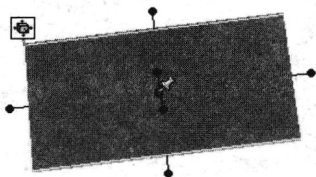
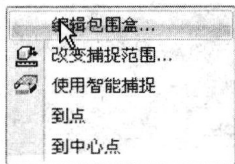

图 1-8 包围盒及其手柄
图 1-9 选择“编辑包围盒”选项
Step6 选定厚板，如图 1-8 所示，在厚板上显示包围盒及其手柄；右击包围盒的任意一个手柄，在弹出的快捷菜单中选择“编辑包围盒”选项，如图 1-9 所示（该快捷菜单中各